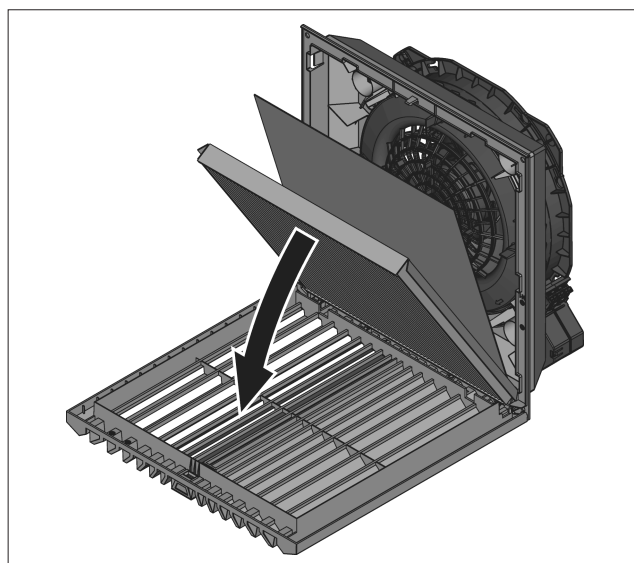

Fig. 16 : insérer le filtre plissé IP55
- Uniquement pour obtenir l'indice de protection IP55 : placer le filtre absorbant non tissé fourni sur le filtre plissé IP55 déjà inséré (voir fig. 16). Le sens d'insertion du filtre absorbant est n'a pas d'importance.